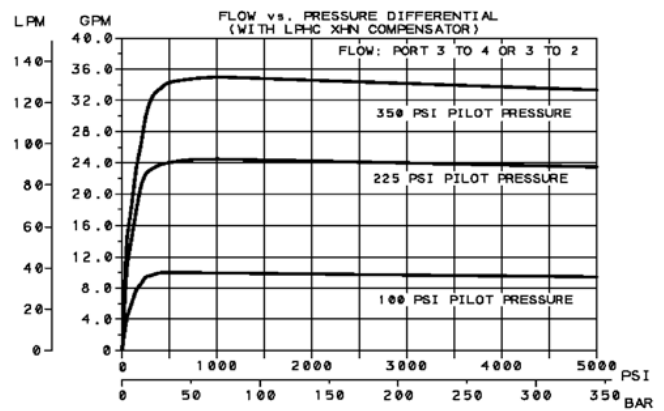

Abbildung 8
- Um die Stromregelgenauigkeit zu steigern, kann ein weiteres Ventil zur Druckkompensation verwendet werden. Hierdurch wird ein konstanter Druckabfall von 14 bar über der Proportionalblende zwischen dem Versorgungs- und Arbeitsanschluss erzeugt. Dies führt zu einem konstanten Volumenstrom, der unabhängig vom Last- und Versorgungsdruck ist. Empfohlen wird ein LP*C-XHN („H“ = 14 bar Feder, siehe **Abbildung 8**)